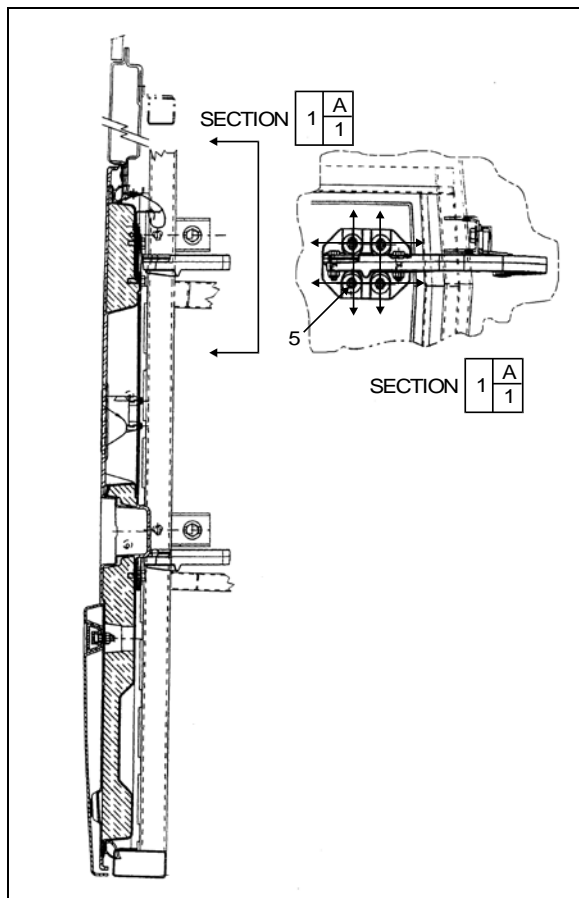

FIGURE 72: PORTE DU COMPARTIMENT DE SERVICE
7. Desserrer les vis (5, Figure 72) pour pouvoir déplacer la porte vers le haut ou le bas.